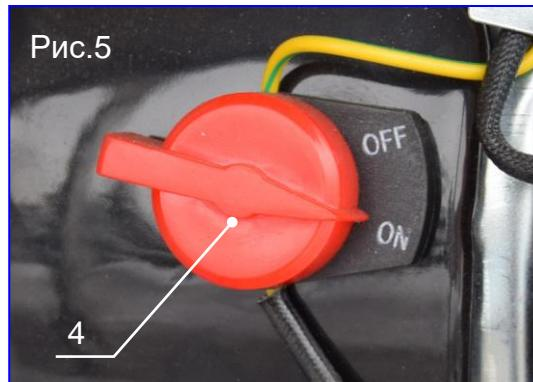

Рис.5
- 2) Установите выключатель в положение «ON» (поз.4, рис.5).